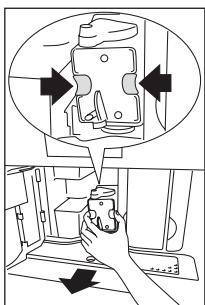

Fig. 39
- ▶ Pressione os dois botões vermelhos de liberação para dentro e, ao mesmo tempo, puxe a unidade de preparação para fora (Fig. 39).